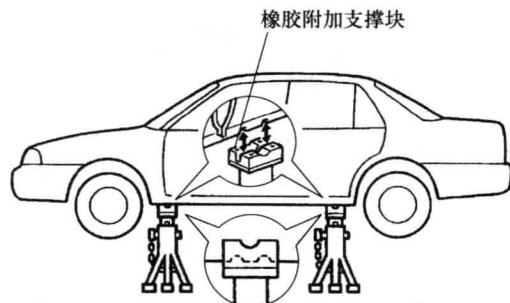

图 1-9 支撑车辆
- 7) 勿仅用液压千斤顶来支撑车辆或进行操作。要使用安全底座来支撑车辆，如图 1-9 所示。